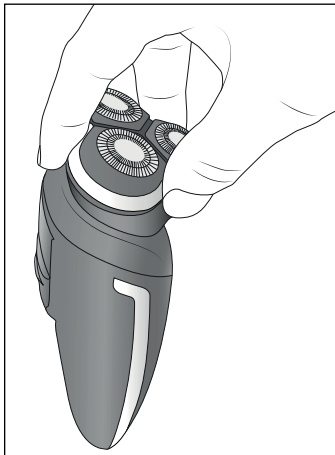

Fig. 2
- 1) Saisissez l'unité de rasage **2** avec trois doigts au niveau des poignées encastrées **3** et retirez-la (voir fig. 2).